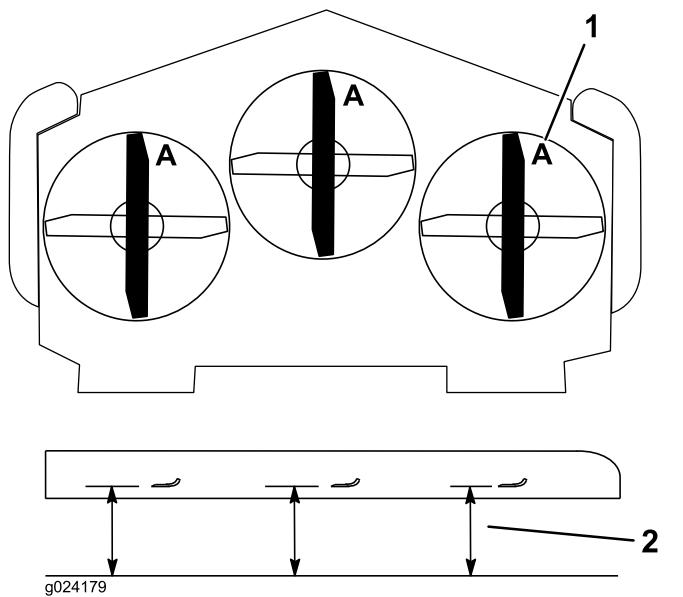

Figure 81
3. Tournez les lames dans le sens longitudinal (Figure 81).
4. Mesurez la distance entre la surface plane et le tranchant (position A) des lames (Figure 81).